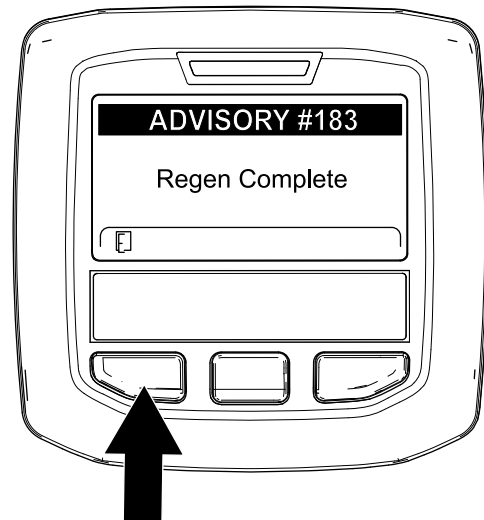

Bild 61
9. Wenn der Motorcomputer eine geparkte Regenerierung oder eine Wiederherstellung-Regenerierung abschließt, wird im InfoCenter ADVISORY #183 (Bild 61) angezeigt. Drücken Sie die linke Taste, um den Homebildschirm anzuzeigen.